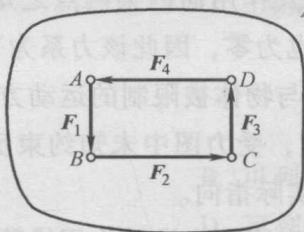

图 1-15
(12) 图 1-15 所示刚体上 A 、 B 、 C 、 D 四点分别作用力 \vec{F}_1 、 \vec{F}_2 、 \vec{F}_3 、 \vec{F}_4 ，且 $\vec{F}_1 = -\vec{F}_3$ ， $\vec{F}_2 = -\vec{F}_4$ ，则刚体能否处于平衡？_____。